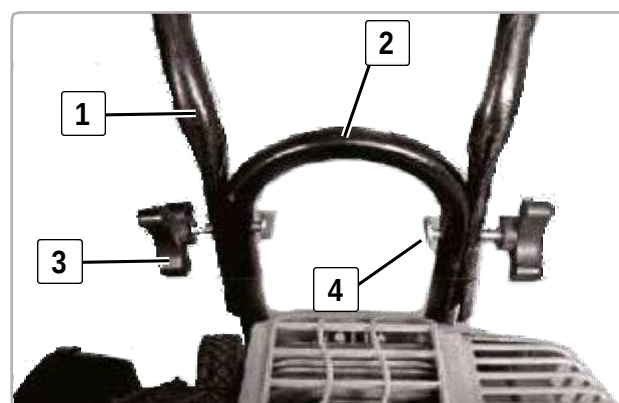

Fig.7
- Fixez la poignée gauche et la poignée droite Fig 7 (1) à la poignée centrale Fig 7 (2) à l'aide des boutons de fixation Fig 7 (3) et des vis Fig 7 (4) fournies. Les boutons de fermeture doivent être à l'extérieur.